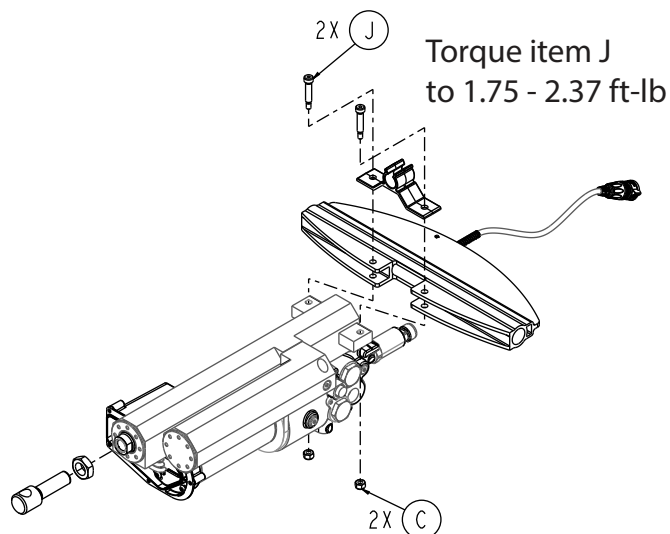

Figure 44 – Retirer les boulons et les écrous de l'ensemble actionneur
14. À l'aide d'une clé à 6 pans de 1/8 po et d'une clé mixte de 3/8 po, retirer les deux boulons à épaulement à tête creuse (J) et les écrous Fiberlock (C) qui fixent l'ensemble actionneur à la traverse du cadre en X (Figure 44). Conserver les boulons et les écrous.